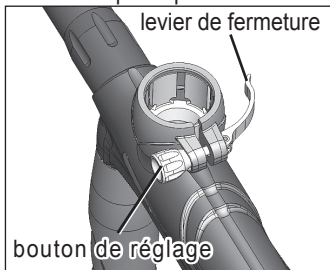

Figure 4: Les munitions transportent
- c. S'il est nécessaire de régler la force de résistance du levier de fermeture, ouvrez le levier (Figure 4). Tournez le **bouton de réglage** (66) dans le sens des aiguilles d'une montre pour augmenter (ou dans le sens contraire pour réduire) la force de résistance du levier. Fermez le levier de fermeture et vérifiez la force de résistance du loader.